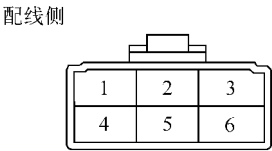

图 18-87 检查配线侧的接插件
(3) 检查继电器回路。从继电器脱开接插件，按表 18-16 检查配线侧的接插件，如图 18-87 所示。